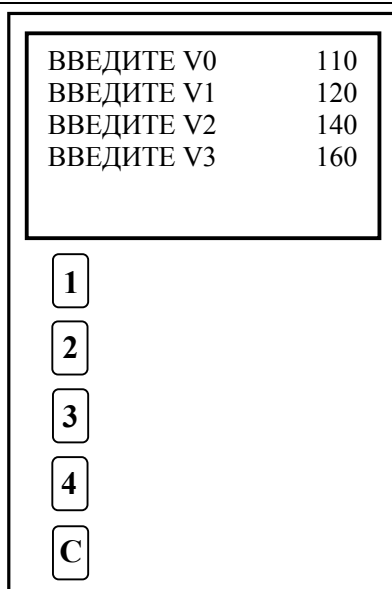

Рисунок 11
13.8 Для автоматического расчета показателей реактивности мозгового кровообращения необходимо перейти в соответствующий раздел нажав клавишу «4». Программа предлагает ввести с помощью функциональных клавиш «1» и «2» показатели пиковой систолической скорости кровотока в средней мозговой артерии до исследования, на 10 и 55 секундах тестирования, а так же по достижению заданной концентрации углекислого газа (Рис.11). Введение скоростных показателей осуществляется по следующему алгоритму (Таблица.2):